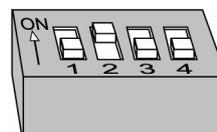

Figure 3-1: Définitions des micro-interrupteurs
2. **Programmer les micro-interrupteurs:** Réglez le numéro ID du clavier au moyen des interrupteurs basculants (voir Figure 3-1 à la page 3-1).
1. **Régler les micro-interrupteurs:** Chaque Module d'Extension de Zones doit être établi avec un ID unique, voir Figure 3-1 à la page 3-1.
- 1. Positionner les interrupteurs basculants: Chaque module de sorties doit être défini avec un ID unique, voir Figure 3-1 à la page 3-1.**
1. Définir la position des micro-interrupteurs: Chaque Alimentation Supplémentaire doit être définie avec un ID unique, voir Figure 3-1 à la page 3-1.